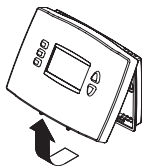

Figura 1
- 2) Separar el termostato de la placa mural como se indica en la Figura 1.